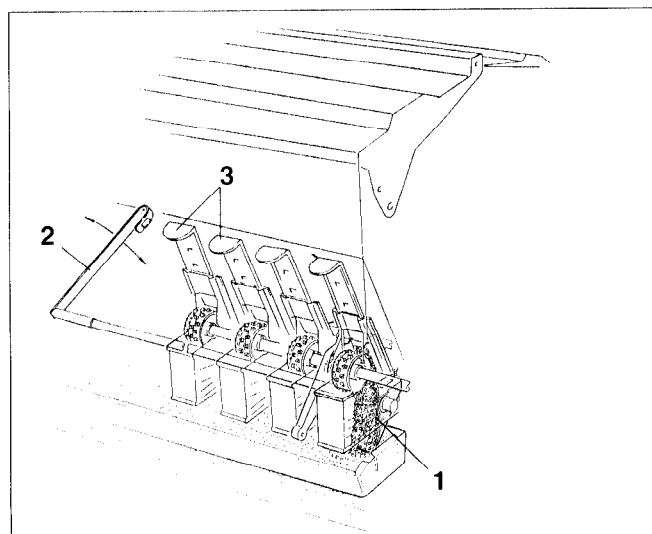

Fig. 6.8
- Alle Absperrschieber (Fig. 6.8/3) nach oben schieben und den Bodenklappenstellhebel (Fig. 6.8/2) über das Rastenblech hinweg nach hinten ziehen. Das restliche Saatgut läuft dann in die Abdrehmulden. Sind die Abdrehmulden gefüllt, Bodenklappen (Fig. 6.8/1) mit dem Bodenklappenstellhebel (Fig. 6.8/2) wieder schließen und die Abdrehmulden entleeren. Dieser Vorgang ist so lange zu wiederholen, bis der Saatkasten leer ist.